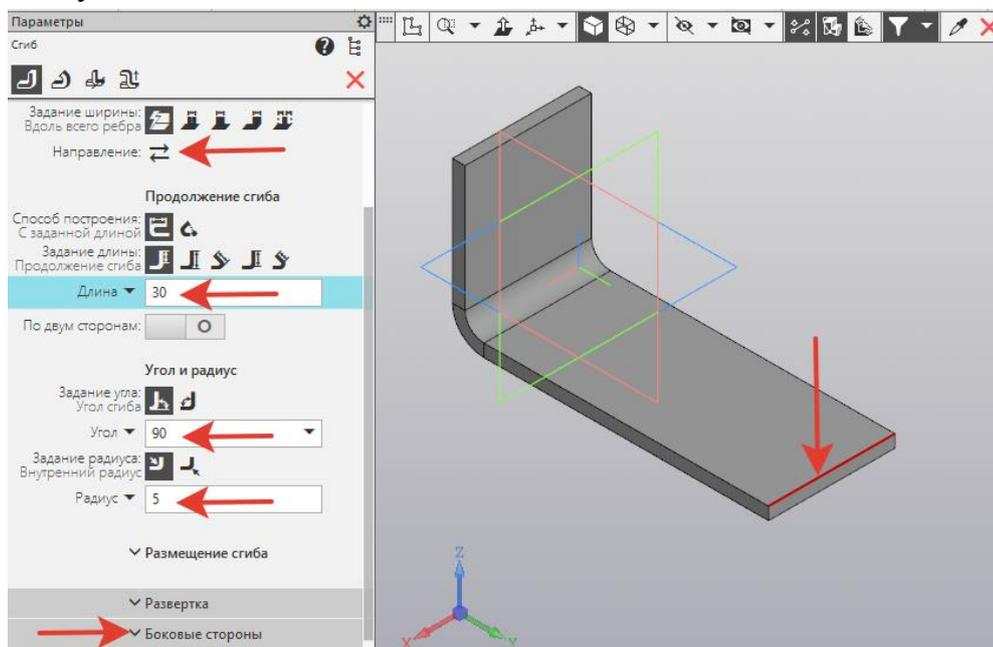

Рисунок 41.
*Сгиб*, указать требуемое ребро детали (рисунок 41).